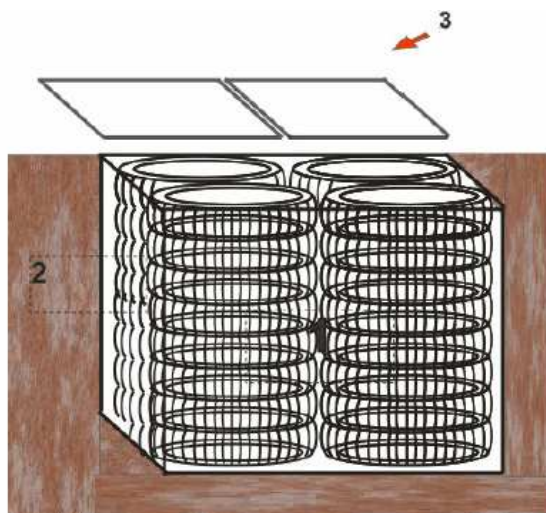

FIGURA 3: Montagem para sumidouro.
- 3) Construção de sumidouros, onde no modo de construção convencional, é utilizado tijolos de barro para a contenção do barranco. Neste caso o sumidouro é modular, podendo ser adequado a dimensão volumétrica equivalente a do convencional. No caso da construção de uma fossa residencial, podem ser utilizados 4 tubos de drenagem, sendo compostos de oito pneus cada, totalizando trinta e dois pneus. Este esquema é apresentado na figura 3. Cálculos realizados apontam para uma economia na construção da fossa, variável de 50 a 60%, se comparado ao modo convencional, que usa tijolos de barro.
A FIGURA 3 representa quatro tubos de drenagem (1) em buraco no solo (2) com a finalidade de formarem um sumidouro para esgoto doméstico. Neste tipo de utilização, devem ser usadas tampas feitas de concreto(3) para evitar acidentes e vedar odores.